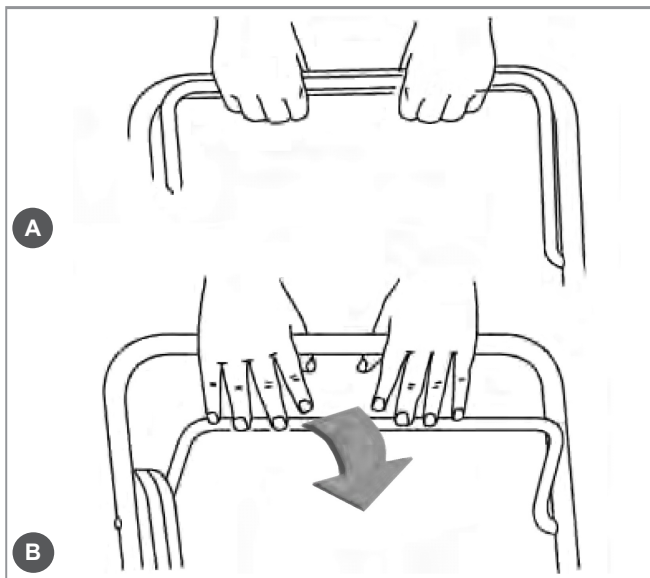

Рис.4
Перед запуском двигателя несколько раз нажмите и отпустите рычаг останки двигателя (Рис.4). Проверьте, чтобы рычаг останки двигателя работал должным образом.
3. Встаньте позади газонокосилки. Нажмите и удерживайте рычаг останки двигателя левой рукой (Рис. 4А).
Прекратите кошение, после чего дайте двигателю поработать в течение 1 минуты. Отпустите рычаг останки двигателя, двигатель заглохнет (Рис. 4В).